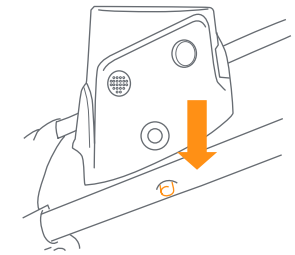
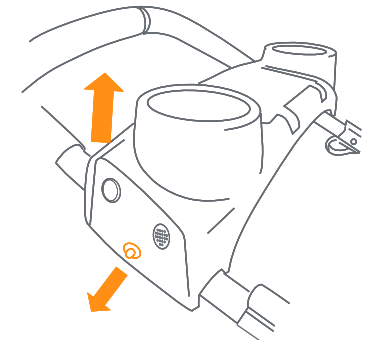

Fig. 9e
Fig. 9f
- **To attach** the parent tray, align the fittings on the ends of the parent tray with the fittings on the outsides of the handle. Hook the hole in the parent tray. Pull outward on the opposite end while pushing down on the tray until locked onto the stroller handle. Be careful not to pinch your fingers when installing the parent tray (Fig. 9e). To remove the parent tray, pull outward on one end of the tray while lifting upward (Fig. 9f).
- **Para colocar** la bandeja para padres, alinee los accesorios de los extremos de la bandeja para padres con los accesorios de las partes externas del manubrio. Enganche el agujero en la bandeja para padres. Tire hacia fuera en el extremo opuesto mientras empuja hacia abajo la bandeja hasta que se trabe en el manubrio del carrito. Tenga la precaución de no pellizcarse los dedos al instalar la bandeja para padres (Fig. 9e). Para retirar la bandeja para padres, tire hacia fuera de un extremo de la bandeja mientras la levanta (Fig. 9f).